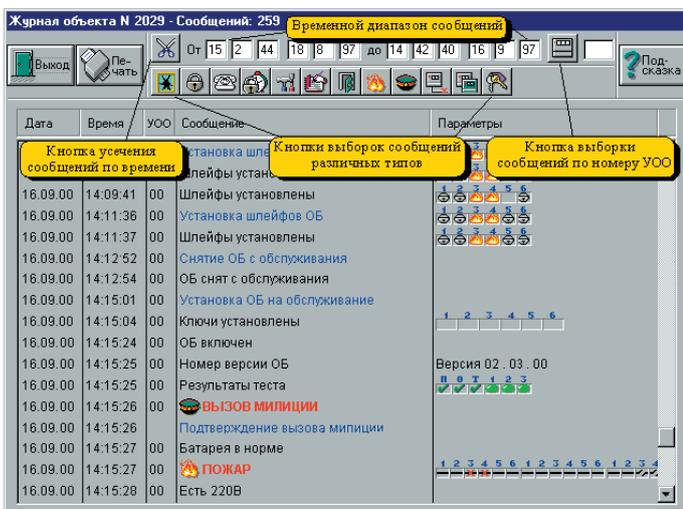

Рис. 8. Журнал объекта
- автоматически вести электронные журналы событий по каждому объекту и журнал тревог и нарушений связи с объектом (рис. 8);